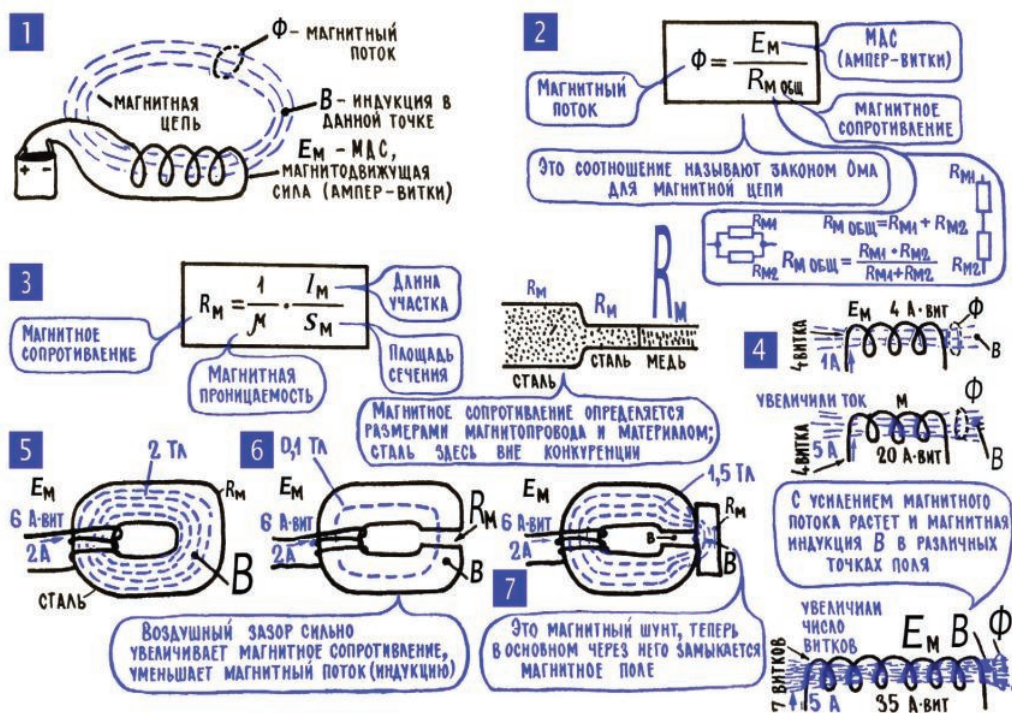

Рис. 5.5. Характеристики магнитного поля
**8. Путь, по которому замыкается магнитное поле, часто называют магнитной цепью.** Можно провести полезную аналогию между электрической цепью, по которой идет ток, и тем «бубликом», по которому замыкается магнитное поле (рис. 5.5; 1). Роль генератора в такой магнитной цепи играет сам магнит или электромагнит – катушка. Ток в электрической цепи можно сравнить с общим магнитным потоком, который как бы выходит из одного полюса магнита и входит в другой. А магнитное сопротивление будет отображать влияние среды на вели-
чину магнитного потока подобно тому, как сопротивление электрической цепи отображает влияние среды, где протекает ток, на величину этого тока. Существует даже закон Ома для магнитной цепи (рис. 5.5; 2), он имеет внешнее сходство с законом Ома для электрической цепи. Например, отмечается, что магнитный поток пропорционален так называемой магнитодвижущей силе, которую в случае электромагнита определяют ампер-витки катушки: чем больше эти ампер-витки, тем сильнее общий магнитный поток. Кроме того, магнитный поток обратно пропорционален магнитному сопротивлению: если полюсы магнита, который находился в воздухе, замкнуть магнитопроводом из стали, то резко (в 7000 раз4) уменьшится магнитное сопротивление цепи и увеличится магнитный поток.
Сравнение магнитной цепи с электрической приводит к некоторым очень важным практическим выводам. Вот один из них: если в замкнутой стальной магнитной цепи сделать небольшой воздушный зазор (рис. 5.5; 6), то он резко увеличит общее магнитное сопротивление цепи и ослабит об-
щий поток – так, участок с большим сопротивлением, последовательно включенный в электрическую цепь, резко уменьшает ток в ней. Очень важно, что при этом уменьшится и магнитная индукция в самой стали – это есть результат ослабления общего магнитного потока. А если параллельно воздушному зазору создать дополнительный путь с меньшим магнитным сопротивлением (рис. 5.5; 7), например приложить к зазору тонкую стальную пластинку, то магнитное сопротивление участка уменьшится (так уменьшалось сопротивление участка электрической цепи при ее шунтировании) и основной магнитный поток пойдет по пути наименьшего магнитного сопротивления (основной электрический ток в параллельной цепи тоже идет по пути наименьшего сопротивления), пойдет через магнитный шунт. Это интересное явление ранее использовалось для записи сигналов на магнитную ленту в магнитофонах и видеомагнитофонах и до сих пор используется в обычных компьютерных жестких дисках.